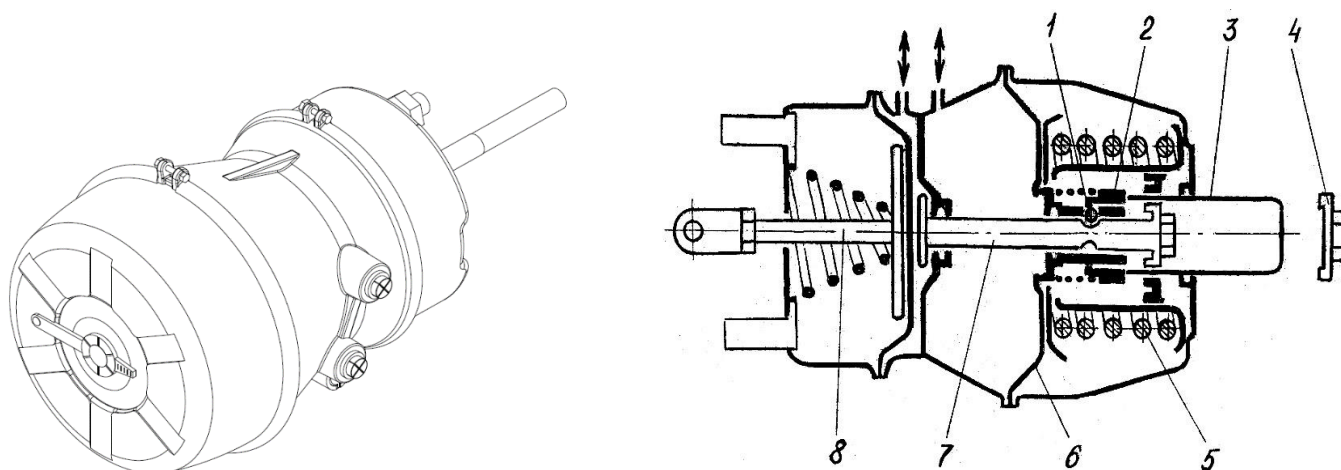

Рис. 1.13 – Тормозная камера с энергоаккумулятором
Тормозная камера с пружинным энергоаккумулятором (18) (рис. 1.13) предназначена для приведения в действие тормозных механизмов второй и третьей осей (для типа 914296) или второй, третьей и четвертой осей (для типа 914295) при включении рабочего и стояночного тормозов. Состоит из двух основных частей - силовой части (тормозной камеры) и пружинного энергоаккумулятора. Силовая часть работает независимо от пружинного энергоаккумулятора.